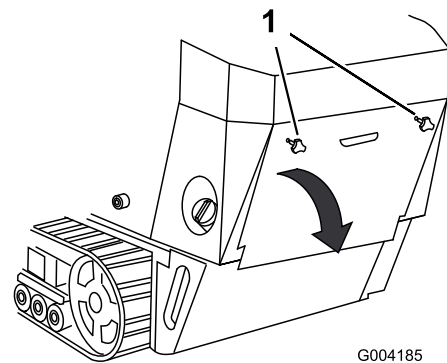

Figura 29
1. Desenrosque los 2 pomos que fijan la tapa de acceso trasero a la máquina (Figura 29).
2. Baje la tapa de acceso trasero y retírela para tener acceso a los componentes internos (Figura 29).